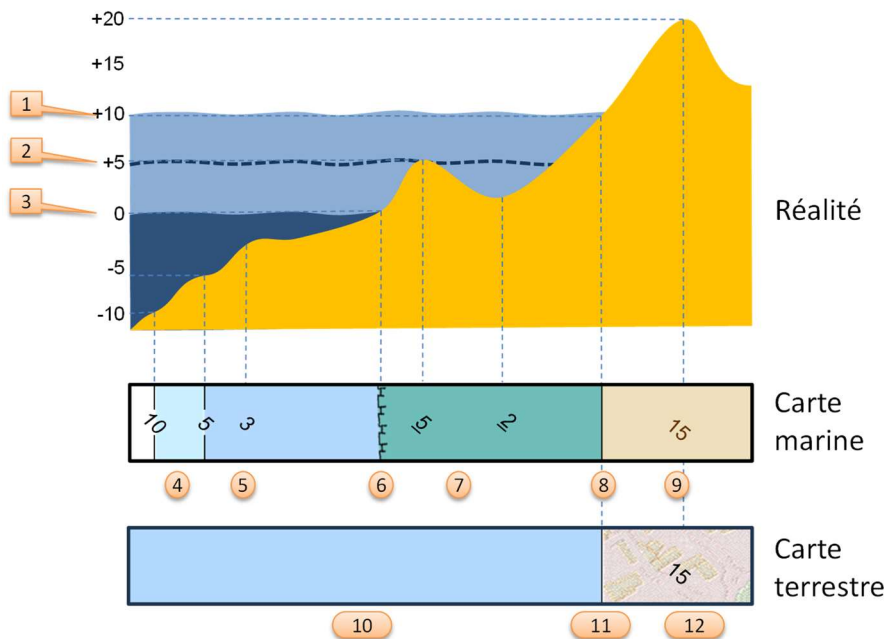

Figure 100. De la réalité aux cartes marines (bas) ou terrestres (haut)
La Figure 100 illustre comment la réalité est retranscrite sur les cartes marines et terrestres.
Les explications suivantes légendent la Figure 100. On retrouve sur la gauche un axe de hauteurs en mètres, avec pour zéro hydrométrique la BM de coefficient 120 (3), la PM de coefficient 120 (1) et la hauteur moyenne des eaux (2). Le marnage est ici de 10 mètres (ordre de grandeur retrouvé en Bretagne Nord), c'est donc la hauteur de la PM de coefficient 120.
La carte marine (deuxième ligne de la Figure 100) retranscrit en **nombres positifs italiques** (4)(5) les profondeurs mesurées en-dessous du zéro hydrométrique. Les zones de grande profondeur (plus de 10 mètres) sont représentées en blanc, les autres en bleu. Plus le bleu est foncé, moins il y a d'eau. Dans cet exemple, les profondeurs de 5m et 10m sont sur des lignes de sondage ou **lignes isobathes** (4), traçant le contour des sondages de même profondeur. Au-dessus du niveau zéro se trouve l'estran, qui est représenté avec la couleur **verte** (7). Cette zone est potentiellement navigable, selon la marée et le tirant d'eau. Lorsqu'il s'agit de
Les cartes terrestres (troisième ligne de la Figure 100) proposent une version nettement plus simple, en dessinant la ligne de côté en PM coefficient 120 (11). Les altitudes terrestres sont mesurées par rapport à la hauteur **moyenne** des eaux (12). La mer (y compris l'estran) est représentée en bleu (10), et la terre est détaillée comme vous le savez déjà. Dans cet exemple, la ligne de côte est déjà à une altitude de 5 mètres (la moitié du marnage maximal), donc toutes les altitudes retranscrites sont nécessairement plus élevées, sauf en cas de dépression (au sens géomorphologique du terme).